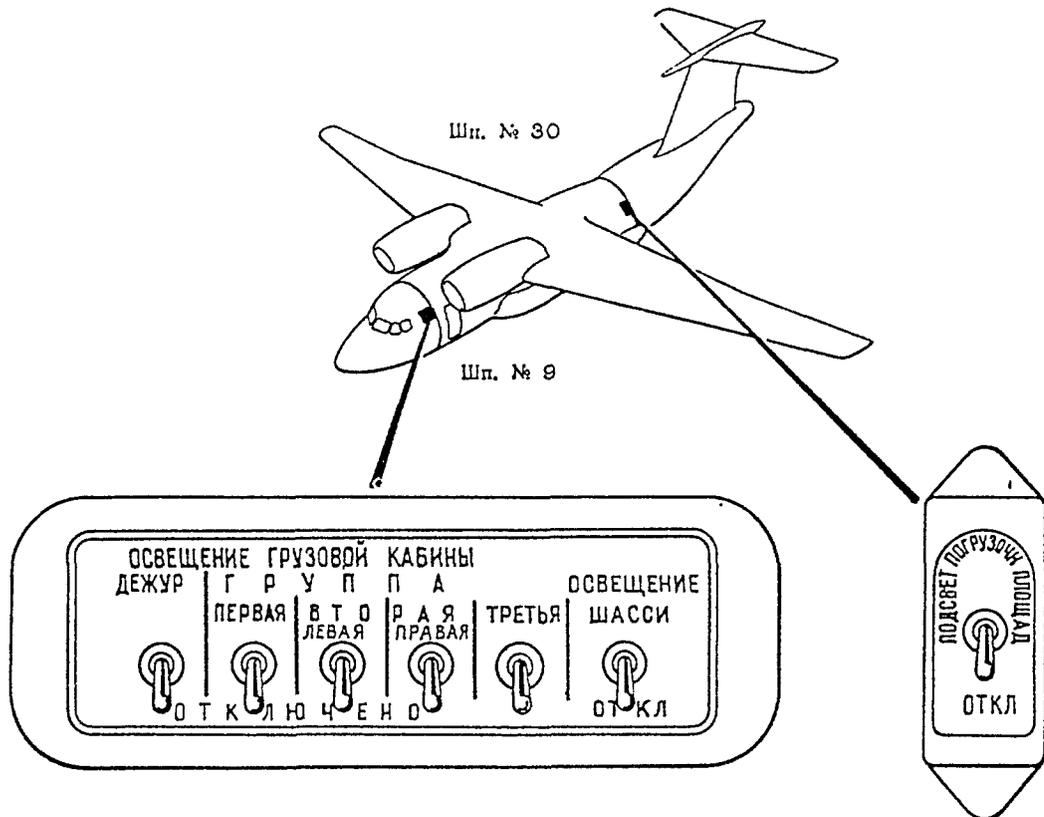

РИС. 4. РАСПОЛОЖЕНИЕ ОРГАНОВ УПРАВЛЕНИЯ ОСВЕЩЕНИЕМ
Органы управления освещением в грузовой кабине показаны на рис. 4.
- в полете - выключателем ОСВЕЩЕНИЕ ШАССИ - ОТКЛ со щитка освещения (см. рис. 4) грузовой кабины.